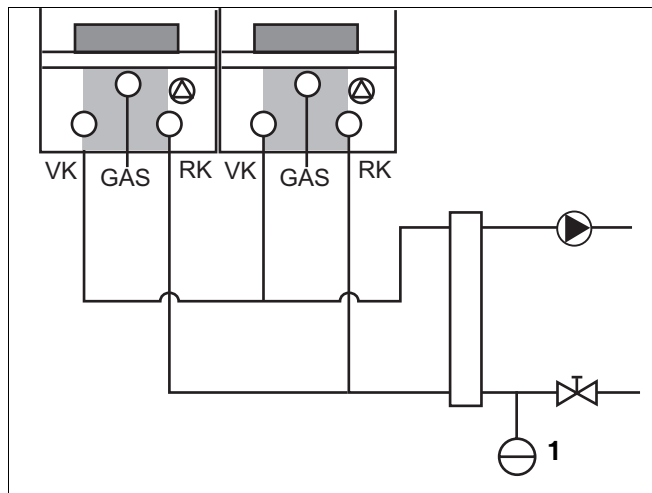

Bild 15 Ansluta expansionskärl vid multiuppställning (kaskaduppställning)
- Anslut expansionskärlet på den sekundära sidan av växelventilen i returledningen (bild 15), så att alla värmepannor är anslutna till det (bild 15).